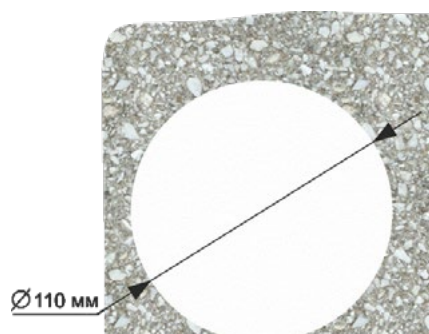

Рис.13
1. Коронкой по бетону диаметром 110 мм в стене просверлить отверстие (см. рис. 13). Глубина готового отверстия в стене должна быть не менее 42 мм. Этой глубины достаточно для установки монтажной коробки.